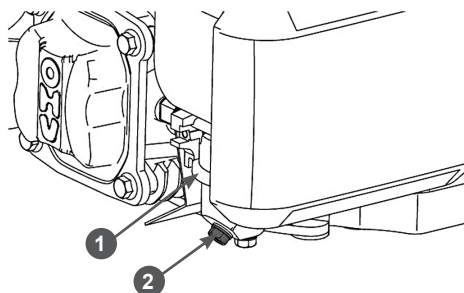

Рис. 25 Слив топлива из карбюратора
1. Установите под карбюратор 1 подходящую емкость (Рис. 25).
2. Открутите болт 2 сливного отверстия и слейте топливо из поплавковой камеры карбюратора в подготовленную для этого ёмкость (Рис. 25).